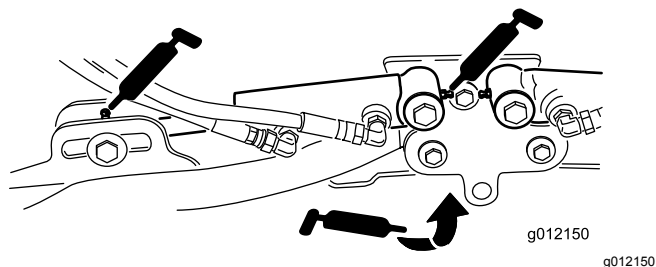

Figura 39
- Cilindros del brazo de elevación de la unidad de corte (2 en cada) (Figura 39)
- Pivotes del brazo de elevación (1 en cada) (Figura 39)